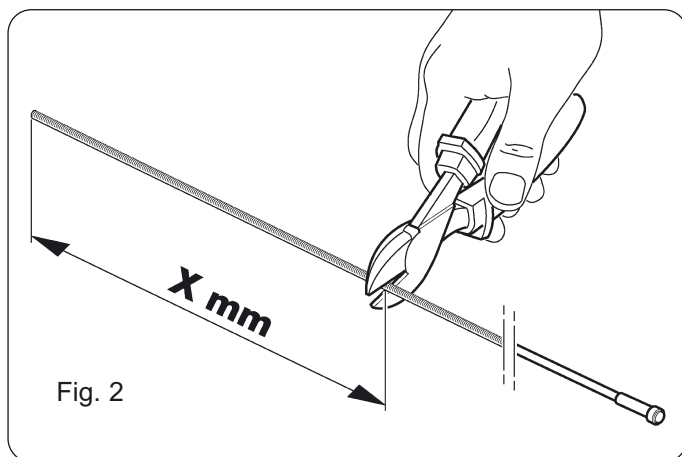
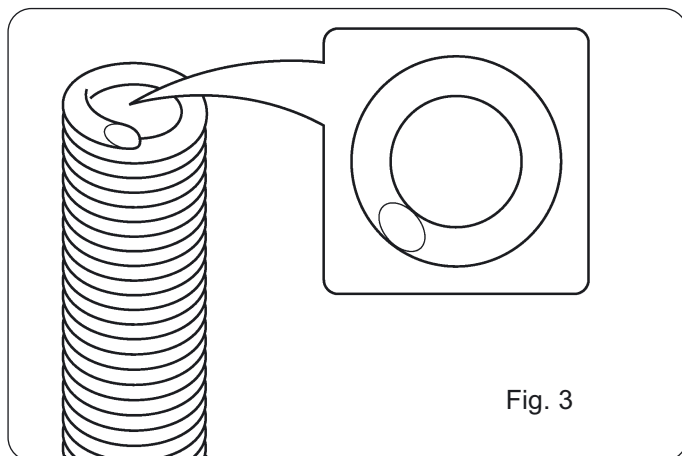

Fig. 2
Fig. 3
- Verwijder de binnenspiraal en snijd de gemeten lengte van de binnenspiraal af (zie afb. 2). Gebruik hiervoor een zeer scherp gereedschap, om te vermijden dat metaalslak ontstaat, die de doorvoer van de draad kan belemmeren (zie afb. 3).
- Dra ut höljet, skär av änden enligt det uppmätta måttet (se fig. 2). Höljet ska skäras till med ett väldigt vasst verktyg för att inte skapa grader som hindrar trådens passage (se fig. 3).